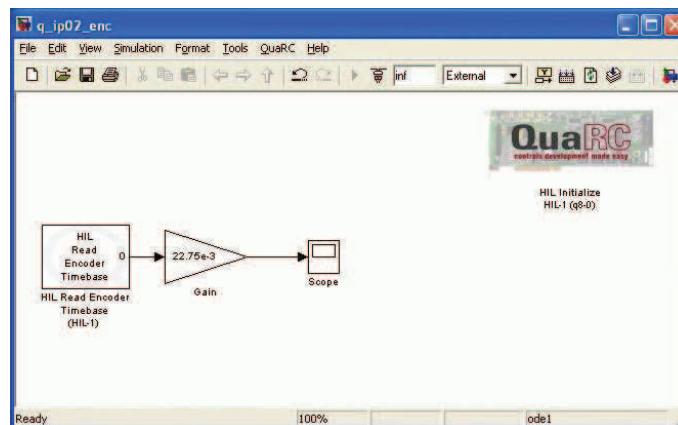

Figura 2.6: Lendo a informação do encoder.
Monitorar e medir a posição atual do carro, conforme fornecido pelo encoder, utilizando um diagrama do Simulink similar ao mostrado na Figura 2.6.
5. Adicione ao diagrama do Simulink um bloco de ganho e um *Scope* obtidos, respectivamente, nas bibliotecas *Simulink|Math Operations* e *Simulink|Sinks*. Faça as conexões conforme mostrado na Figura 2.6;